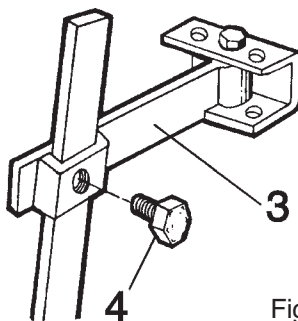

Fig. 4
MONTAGGIO DEL TIMONE POSTERIORE (Fig. 4)
- Svitare la vite 4, regolare e riavvitare (Fig.4).